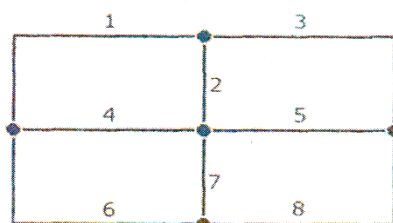

Рис. 6. Скелет схемы
1. Нарисовать скелет схемы (Рис. 6).